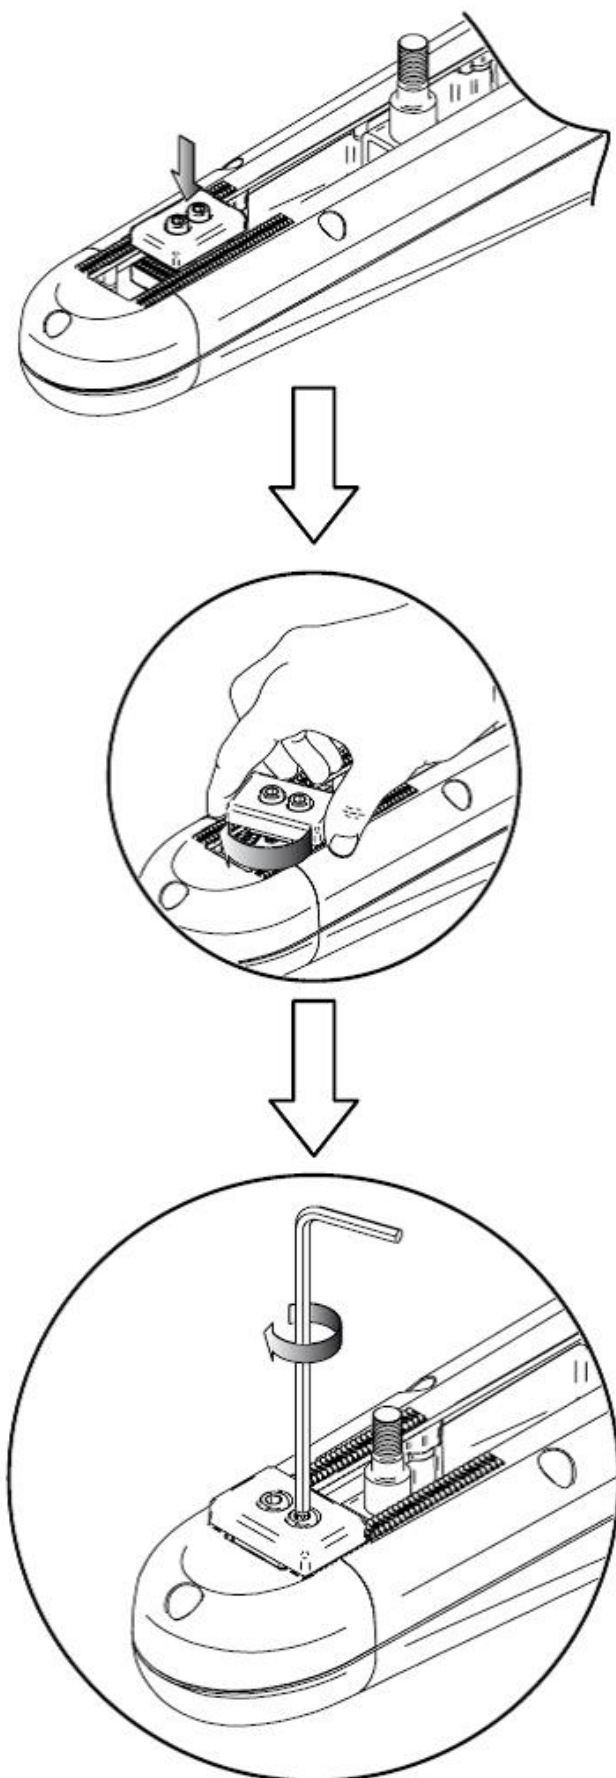

Rys.14
23. Po zamocowaniu centralki wyjmujemy z opakowania siłowniki. Przed przystąpieniem do mocowania siłowniki należy wysprzęglić, aby trzpień można było przesuwac po śrubie ślimakowej wewnątrz siłownika. W tym celu otwieramy klapkę zabezpieczającą, wkładamy kluczyk (załączony w zestawie) i obracamy go o  $\frac{1}{2}$  obrotu (Rys. 14).